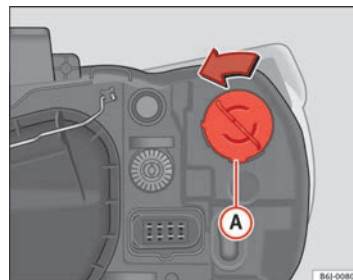

Fig. 152 Luz intermitente faro simple
- Gire el portalámparas ⇒ fig. 152 (A) a la izquierda y tirar.